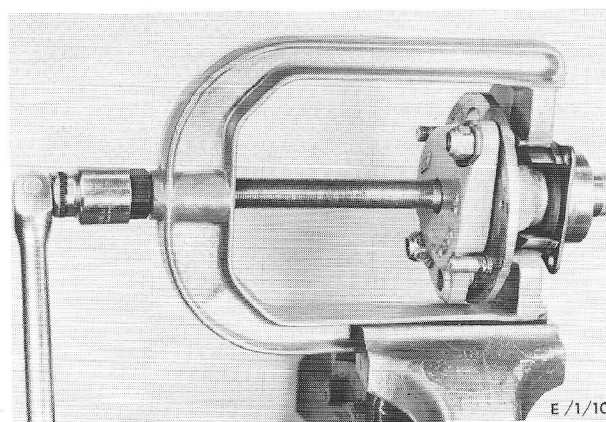

Fig.121 Het lager van de steekas persen.
5. Klem trekker G1-1225 in een bankschroef. Bevestig hulpstuk G2-1225-A1 samen met de steekas in de trekker en pers het lager van de as door de centrale bout linksom te draaien (fig.121). Indien de tapse grondplaat 370 wordt gebruikt, gebruik dan hulpstuk P-4090-6.